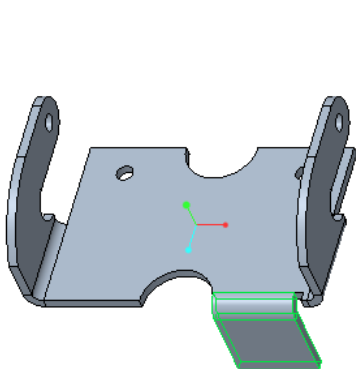

图 5-181 创建平整壁
(5) 在“平整”选项卡中单击位于  图标旁边的  (相对草绘平面的另一侧更改厚度) 按钮。
(6) 在“平整”选项卡中单击  (完成) 按钮，创建的平整壁如图 5-181 所示。